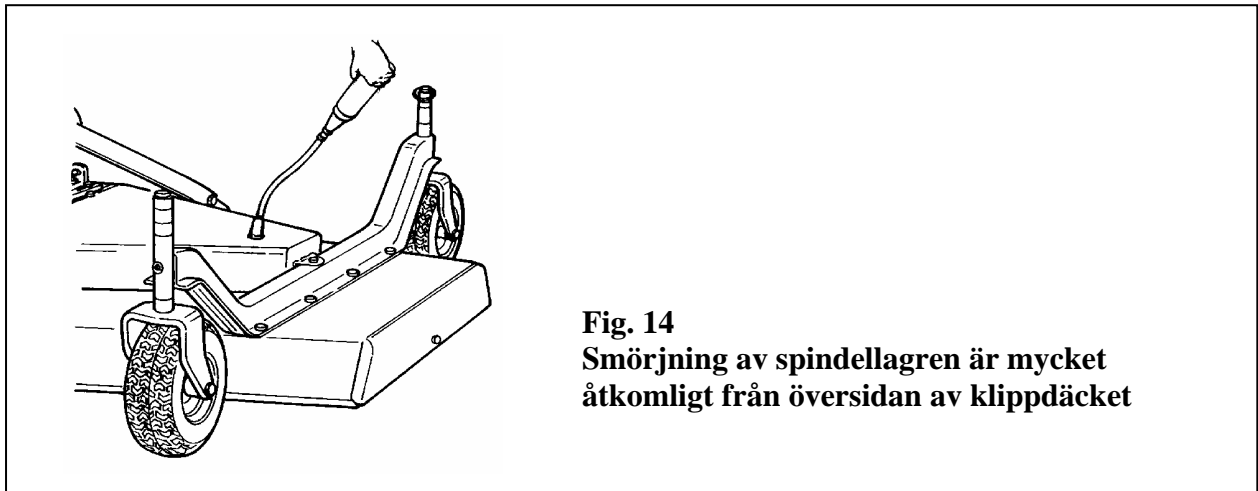

Fig. 14
1. Smörj de nio knivrotorerna med två eller tre salvor av fett (**se fig. 14**). De översta smörjniplarna är lätt åtkomligt från oversidan av klippdäcket efter att plastdammskyddarna är borttagna.